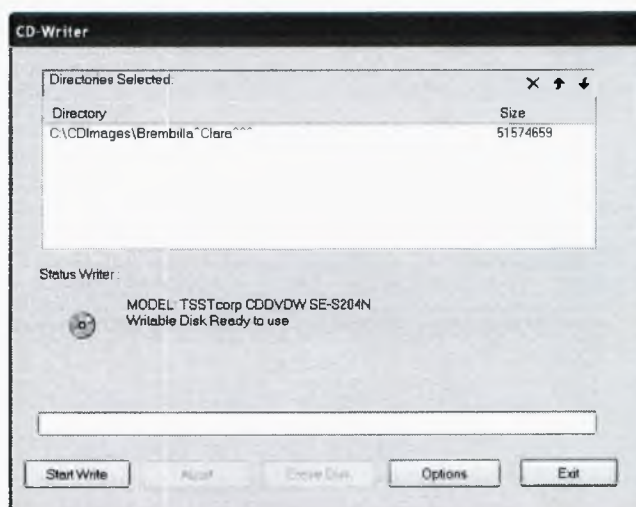

Рисунок 151
– после завершения конверсии окно закроется. Откроется меню **CD-Writer**, где перечисляются конвертируемые исследования (см. рисунок 151);